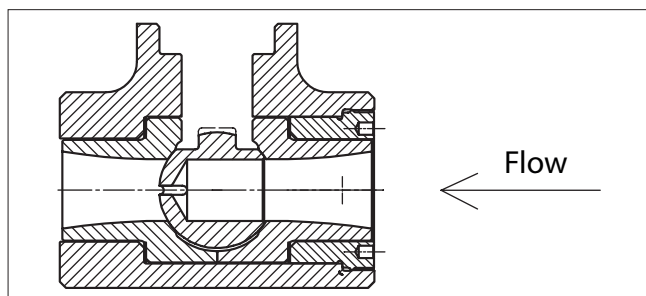

Abb. 7
1. Tragen Sie das Schmiermittel Molykote 312R auf das Gewinde des Einsatzes (6) auf.
4. Montieren Sie die Scheibe (14) auf die Buchsen (3).
5. Legen Sie die Kugel (2) zwischen die Buchsen (3). Bei der Montage eines LowCv-Ventils muss sich die Nut bei geöffneter Kugel auf der Auslassseite des Ventils befinden. Abb. 7
7. Setzen Sie die Dichtung (25) auf das Gehäuse (1) (nur 8"/DN 200).
8. Drehen Sie den Einsatz (6) leicht in das Gehäuse.
9. Schieben Sie ein Montageführungswerkzeug, Tabelle 7, durch die Stopfbuchsbohrung in den Schlitz der Kugel. Vergewissern Sie sich, dass das Werkzeug richtig in die Kugel eingreift. Das Werkzeug hält die Buchsen (3) während des Anziehens des Einsatzes (6) in Position.